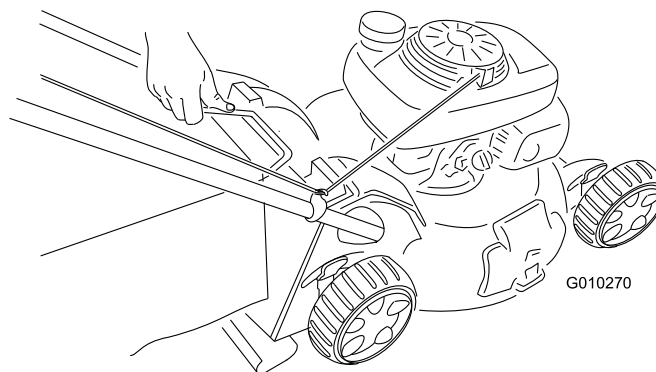

図 31
2. 機体上部の溝から摺動バッグのハンドルを外し、集草バッグ全体を機体から外す **図 31**。